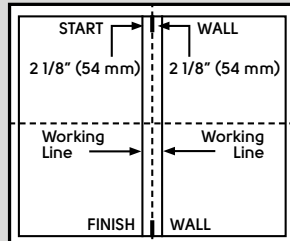
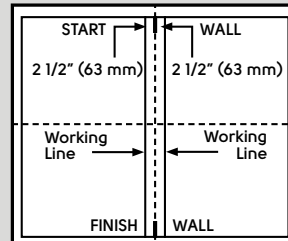

Abb. 2a
Abb. 2b
2. Messen Sie 54 mm bei 149 mm Plankenbreite (Abb. 2a) ODER 63 mm bei 178 mm Plankenbreite (Abb. 2b) links und rechts der Mittelmarkierung an beiden Raumenden und verbinden Sie die Punkte mit je einer Kreidelinie.